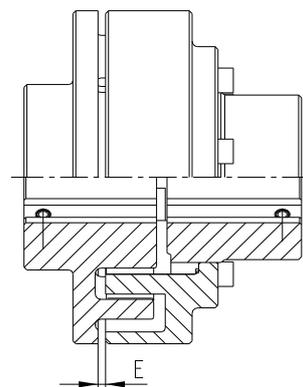

Figura 15: montaje del acoplamiento
- Desplace los elementos de transmisión axialmente hasta alcanzar la medida E (ver figura 15).
- Cuando los elementos de transmisión están montados hay que ajustar la medida E desplazando axialmente los manguitos sobre los ejes (ver figura 15).